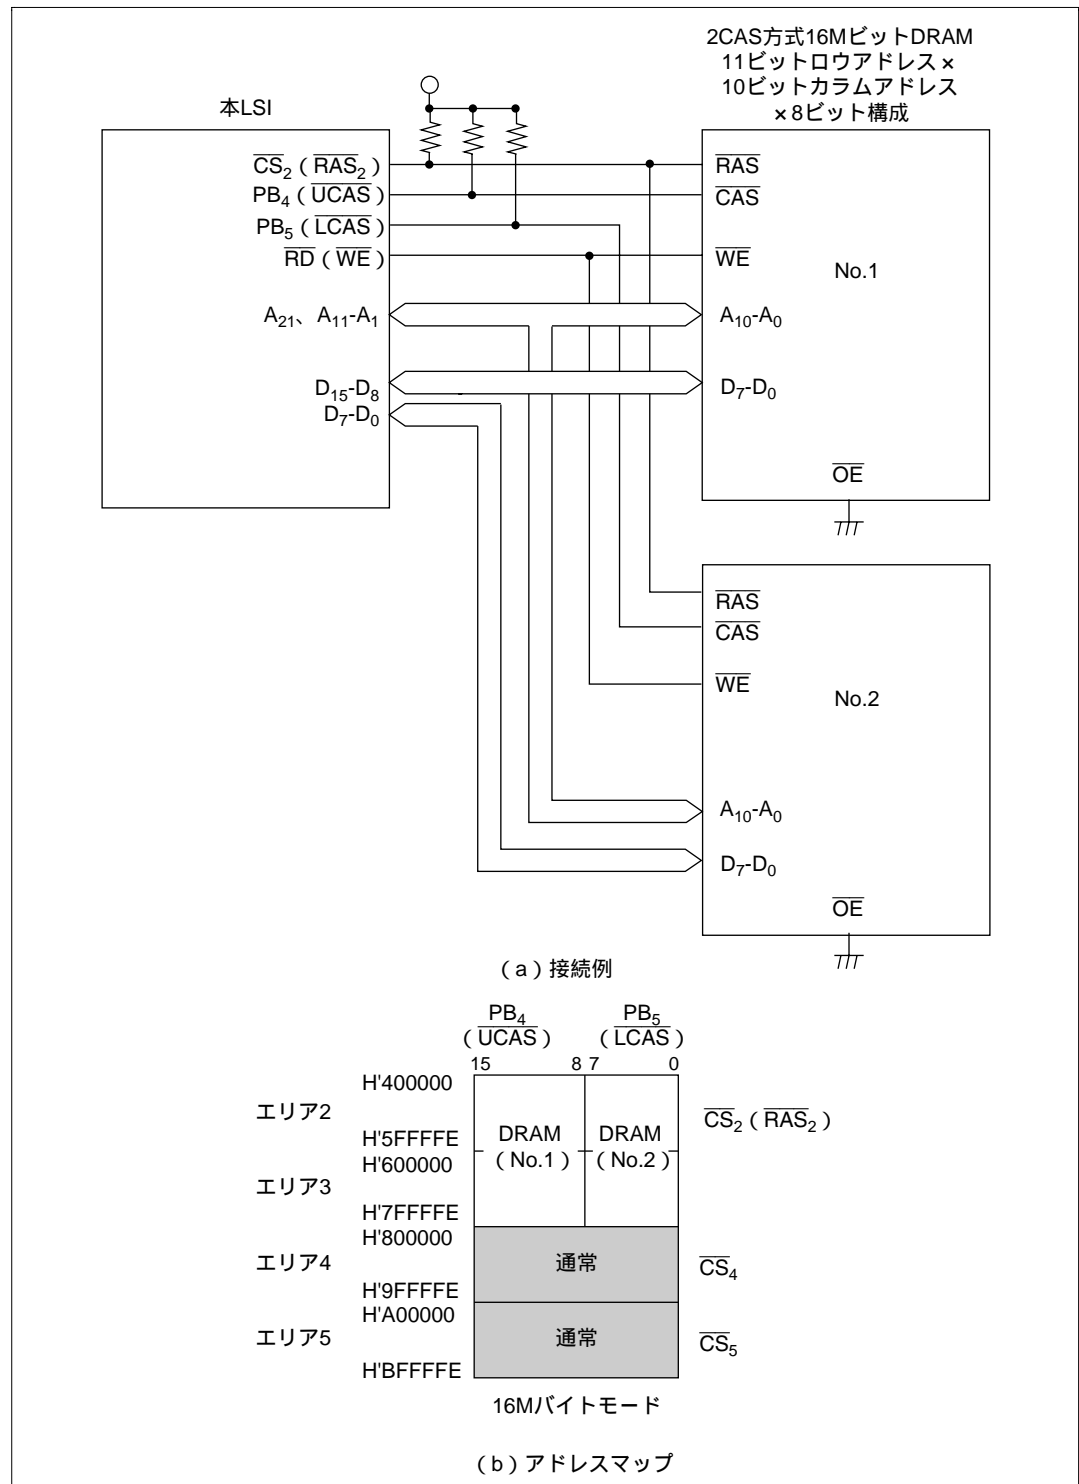

図 6.32 ×8 ビット構成の 16M ビット DRAM の接続例とアドレスマップ
- (2) 図 6.32 に ×8 ビット構成の 16M ビット DRAM を 2 個使用する場合の接続例とそのアドレスマップを示します。本例では 11 ビットロウアドレス × 10 ビットカラムアドレスのタイプのものを使用しています。 \overline{CS}_2 端子をエリア 2 およびエリア 3 に共通の \overline{RAS} 出力端子として使用しています。本例のように DRAM のアドレス空間が複数エリアにまたがって連続する場合、DRAS2 ~ 0 の設定により、一本の \overline{CS} 端子が複数エリアに共